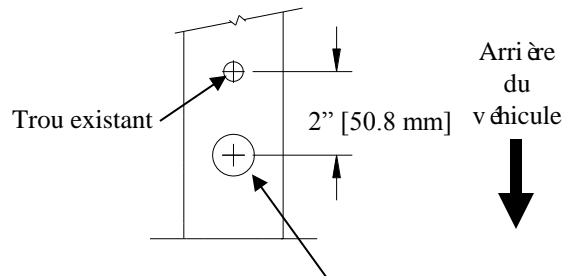

Figure 2
1. Abaisser le système d'échappement au niveau de l'isolateur en caoutchouc (3). La vaporisation d'un lubrifiant sur la tige du support métallique et l'isolateur en caoutchouc facilite l'enlèvement.
2. Percer un trou de 1 po d'accès dans le fond de chaque rail d'armature. Voir figure 2